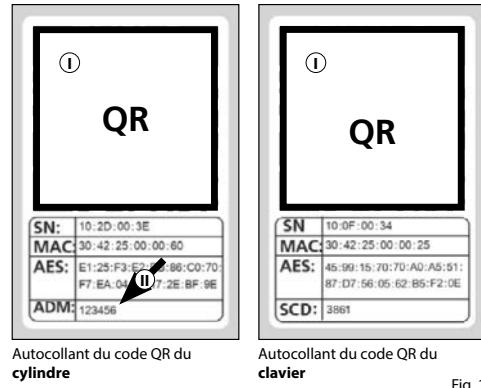

Fig. 1
Les kits sont livrés d'usine avec un code administrateur aléatoire (II) (Fig. 1), de sorte qu'une modification du code n'est pas absolument nécessaire.